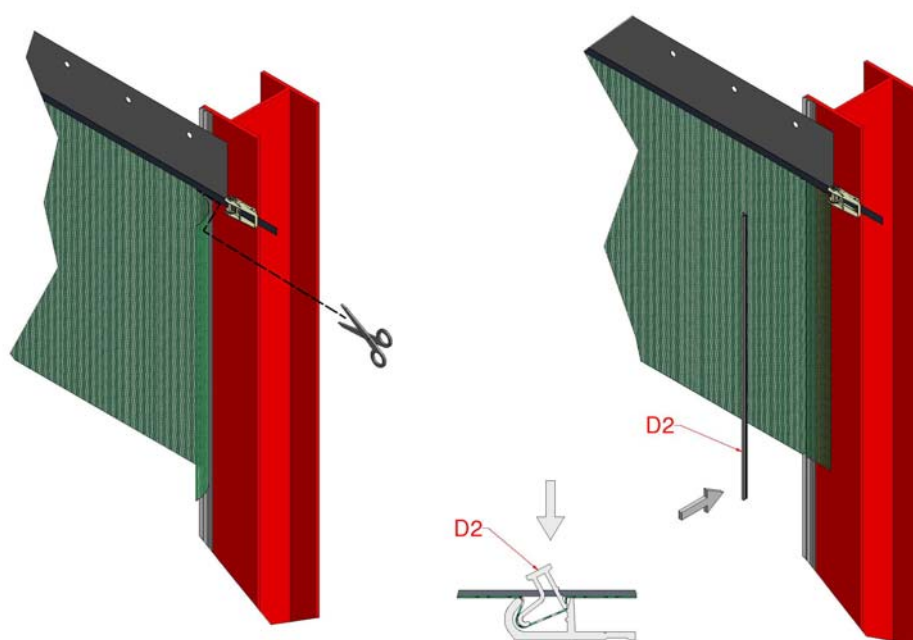

Figure 10, Pose du joint pare-vent
14. Couper le joint pare-vent mâle (D2) sur la longueur pour s'ajuster entre les sangles. Fixer le rideau dans le joint pare-vent femelle des deux côtés du rideau en y insérant la pièce mâle. Pour faciliter la pose du joint pare-vent mâle, utiliser un maillet en caoutchouc ou en bois. Il peut être nécessaire de rogner le rideau de part et d'autre de la sangle pour pouvoir y insérer la pièce mâle, Figure 10.